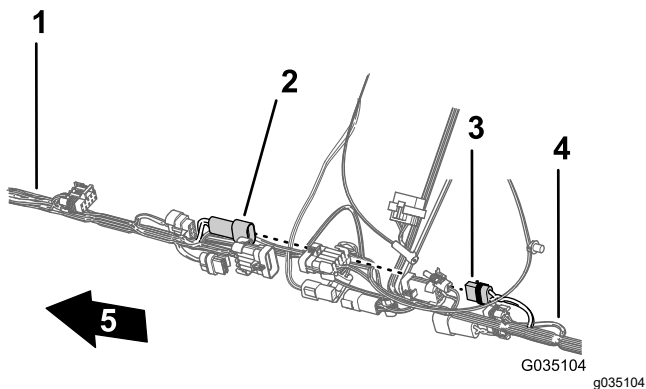

Figura 90
5. Conecte el conector de 2 pines de alimentación del carrete de la manguera del arnés delantero al conector hembra de 2 vías de alimentación del carrete de la manguera del arnés trasero (Figura 90).